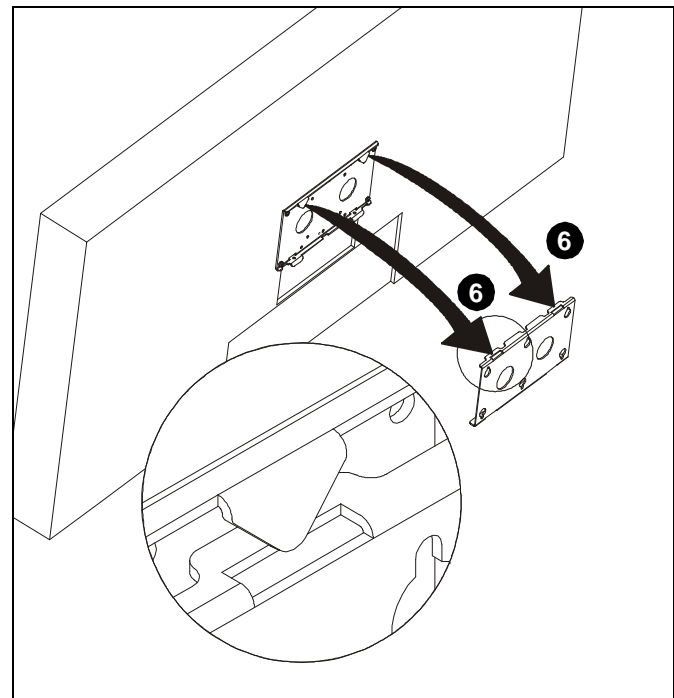

Figura 10
- Inserte parcialmente las lengüetas superiores de la placa frontal en las ranuras superiores del soporte de pared. (Consulte la Figura 10)